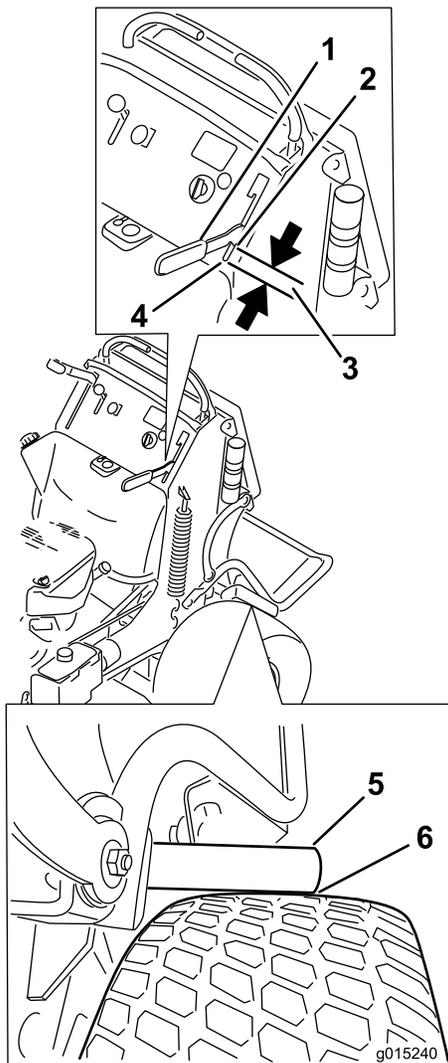

図 63
4. ブレーキレバーを操作して、ブレーキバーがタイヤに最初に接触するところで止める 図 63。
5. ブレーキバーがタイヤに接触した状態で、コントロールパネルのハンドレバーのスロットの端からハンドレバーまでのすきまの大きさを測定する 図 63。